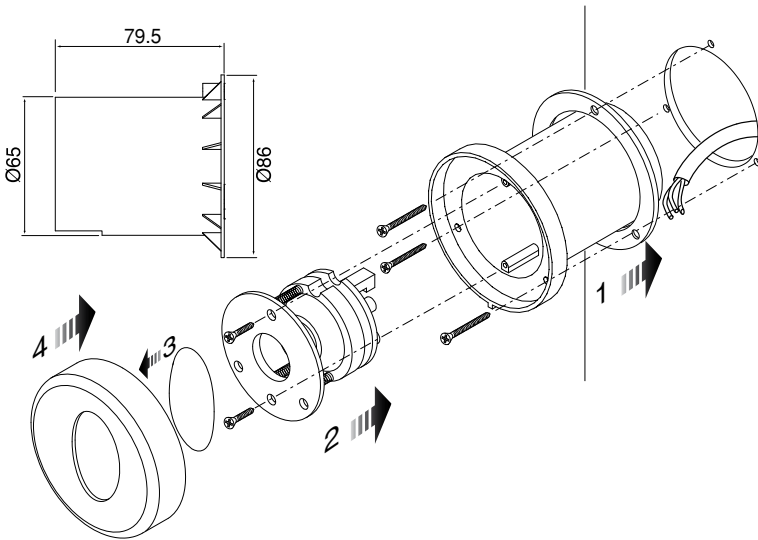

Fig. 3
Sie lassen sich mit drei Spreizdübeln direkt auf einer Betonunterlage befestigen (Abb. 3).
pueden fijar directamente sobre una base de hormigón con tres tacos de expansión (fig.3).
- se não houver algum pilar ou muro em que fixar as fotocélulas, peça as colunas metálicas especiais. As colunas podem ser fixadas directamente sobre uma base de betão com três parafusos de expansão (fig.3).